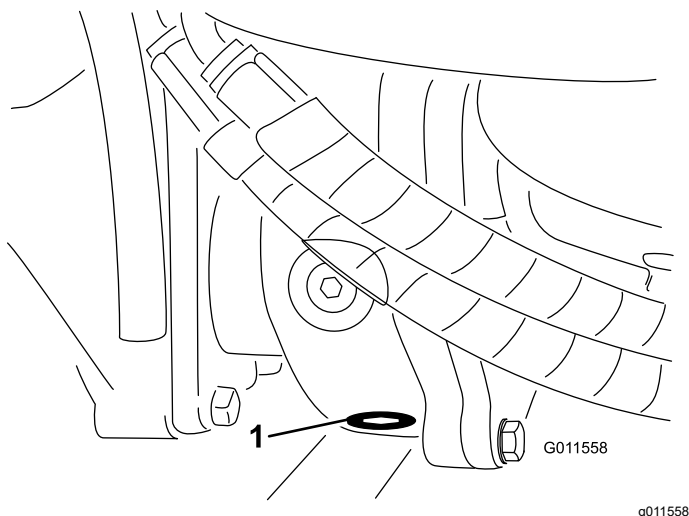

Figure 72
- Nettoyez la surface autour du bouchon de vidange au bas du boîtier d'engrenages (Figure 72).